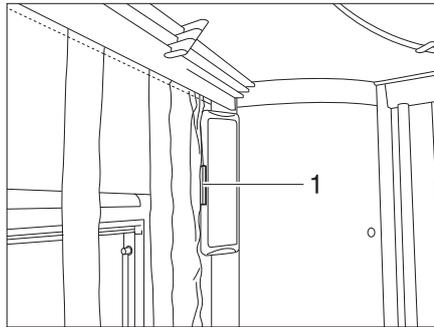

Bild 66 Raffrollo
- Schnurbeschwerer (Bild 66,1) nach unten ziehen. Das Rollo wird von den Bändern nach oben gezogen und gerafft.